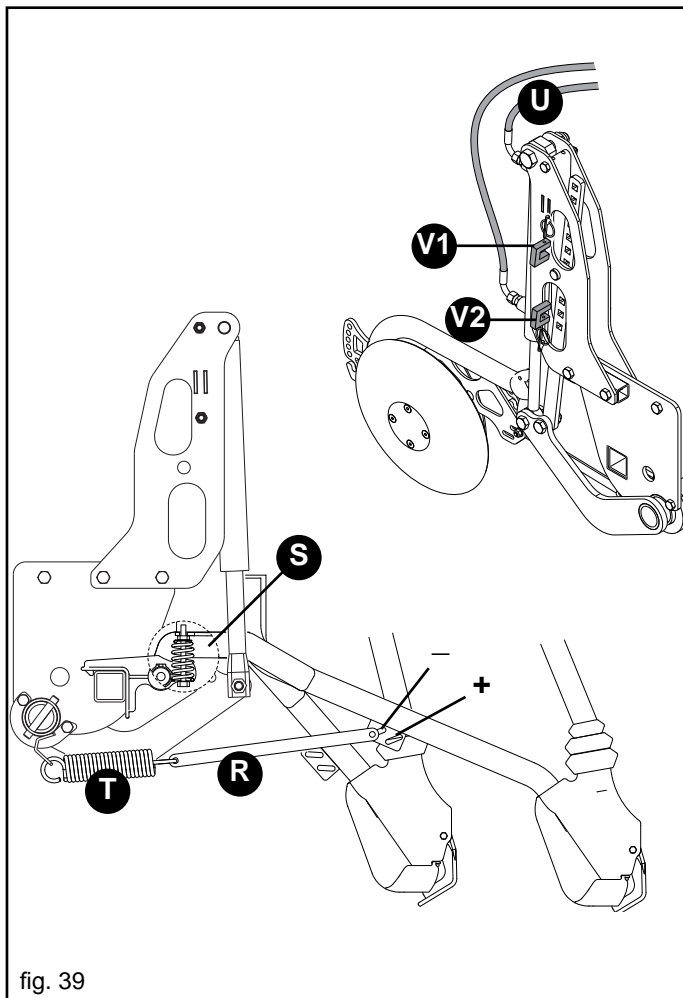

fig. 39
I blocchetti (V1-V2, Fig. 39) determinano rispettivamente la massima e la minima pressione applicabile agli assolcatori fungendo da finecorsa del cilindro oleodinamico.
Si può ulteriormente regolare la pressione, singolarmente, cambiando la posizione del tirante (R, Fig. 39).
Solo con assolcatori a stivaleto è disponibile, come accessorio, una molla (S, Fig. 39) che consente di azzerare il peso del singolo elemento a molla (T) completamente scarica. In questa situazione è possibile eseguire semine superficiali.